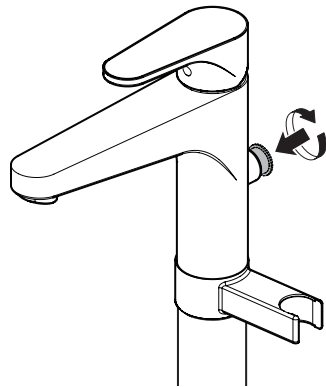
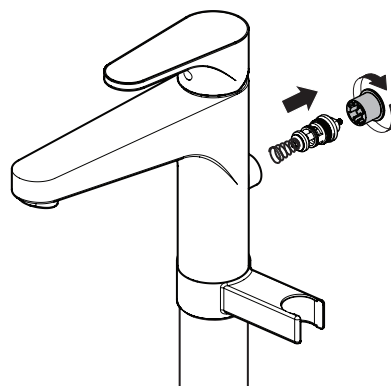

fig. 9.1
fig. 9.2
- Démontez le déviateur, nettoyez ou remplacez le joint du déviateur (fig. 9.1 et fig. 9.2).
- Remove the diverter, clean or replace the diverter seal (fig. 9.1 and fig. 9.2).